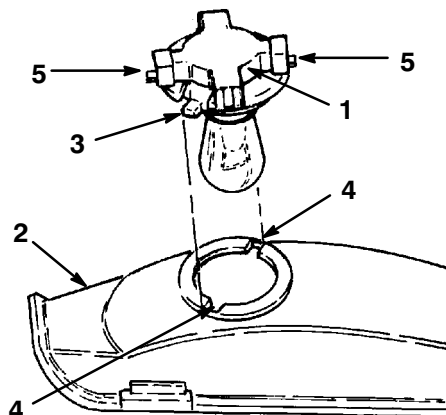

Bild 34
3. Drehen Sie die Birnenfassung um 1/4 Umdrehung entgegen dem Uhrzeigersinn und nehmen die Birne aus dem Reflektor (Bild 34).
2. Die Birnenfassung hat zwei Zungen (Bild 34). Fluchten Sie die Zungen auf die Schlitz im Reflektor aus, setzen die Birnenfassung in den Reflektor ein und drehen die Birne im Uhrzeigersinn 1/4 Umdrehung bis zum Anschlag.